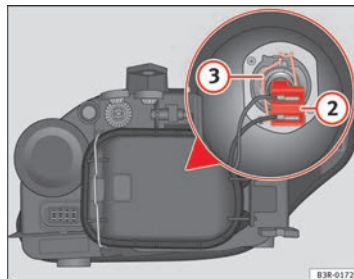

Abb. 209 Ablendlicht
- Ziehen Sie am Stecker ⇒ Abb. 209 (2) und nehmen Sie diesen so von der Lampe ab.
- Die Haltefeder ⇒ Abb. 209 (3) durch Eindrücken und Rechtsdrehung abnehmen.